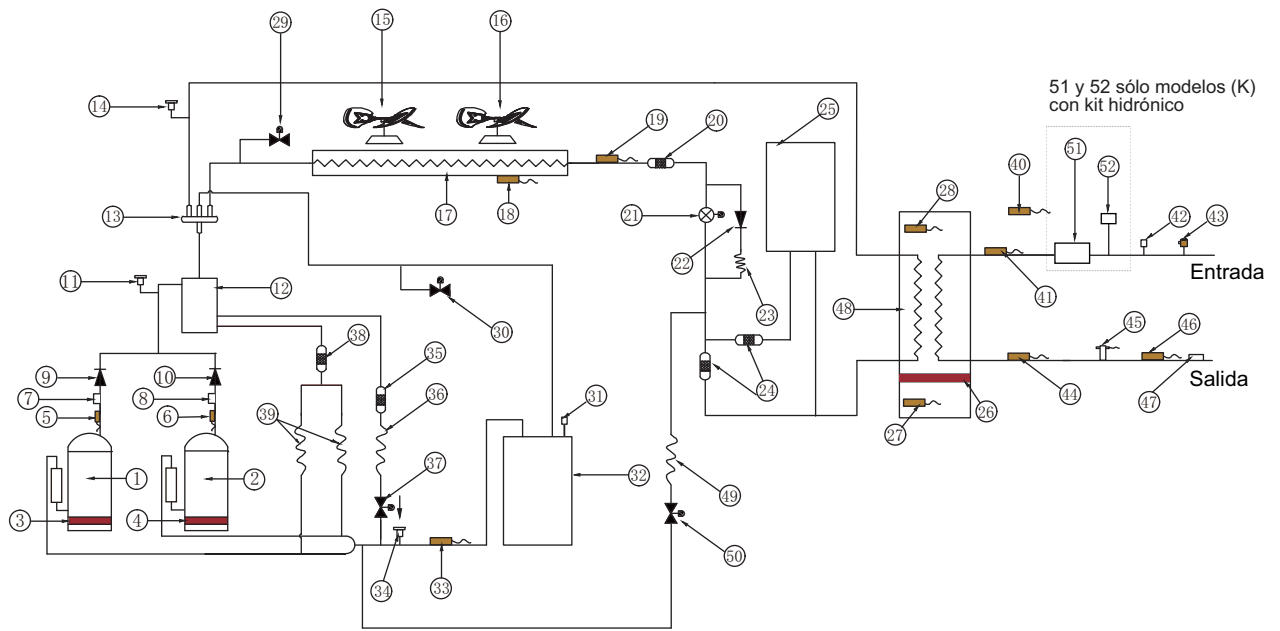

Fig.8-6 Esquema de componentes
### 8.3.2 Diagrama de QUEBEC 60 y QUEBEC 60(K) Fig.8-6